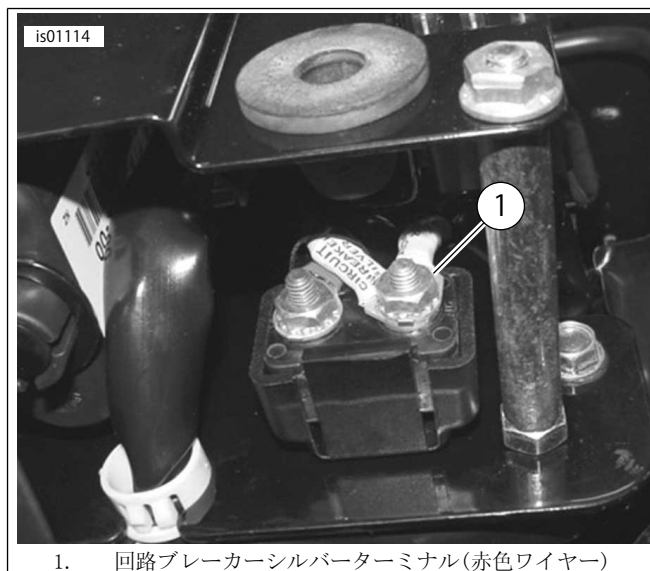

図16. ダイナモデルの接続(2003年以前のモデル)、左サイドカバーを外した状態を下から見た図
1. 「図16」を参照してください。ヒーテッドハンドグリップワイヤーハーネスの赤色配線をシート下のフレーム上部を通して、電気系統サイドカバー内部にある回路ブレーカーに送ります。